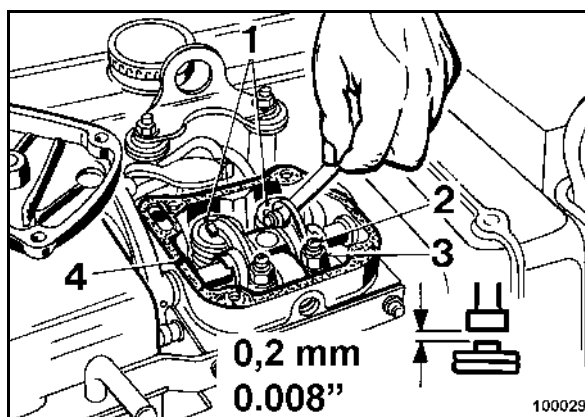

fig. 63
- Contrôler le jeu des deux soupapes 1 (fig. 63) à l'aide d'une cale d'épaisseur.
- Desserrer l'écrou 3 (fig. 63).
- A l'aide d'un tournevis, régler la vis de réglage (2) de sorte que la cale d'épaisseur puisse être déplacée avec une légère résistance entre le culbuteur et la tige de soupape lorsque l'écrou (3) est à nouveau serré.
- Installer un joint neuf (4).